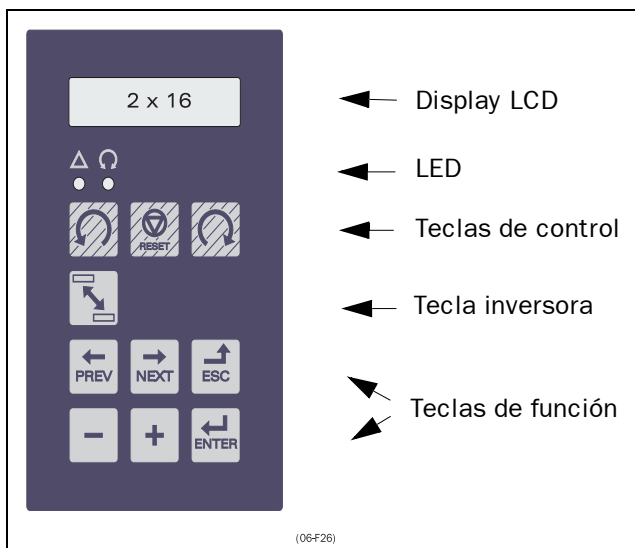

Fig. 15 Panel de Control
La Fig. 15 muestra el panel de control (PC). El panel de control muestra el estado del variador y se utiliza para programar los ajustes. También es posible controlar directamente el motor desde el Panel de Control.